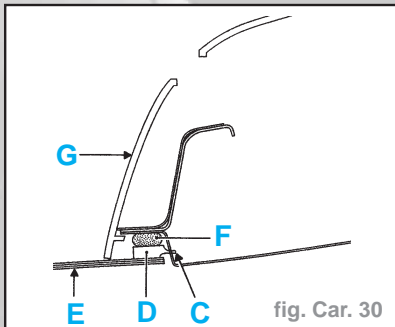

fig. Car. 30
- La glace comporte un enjoliveur (C) faisant partie intégrante du surmoulage (D) de la glace (E) (fig. Car. 30).